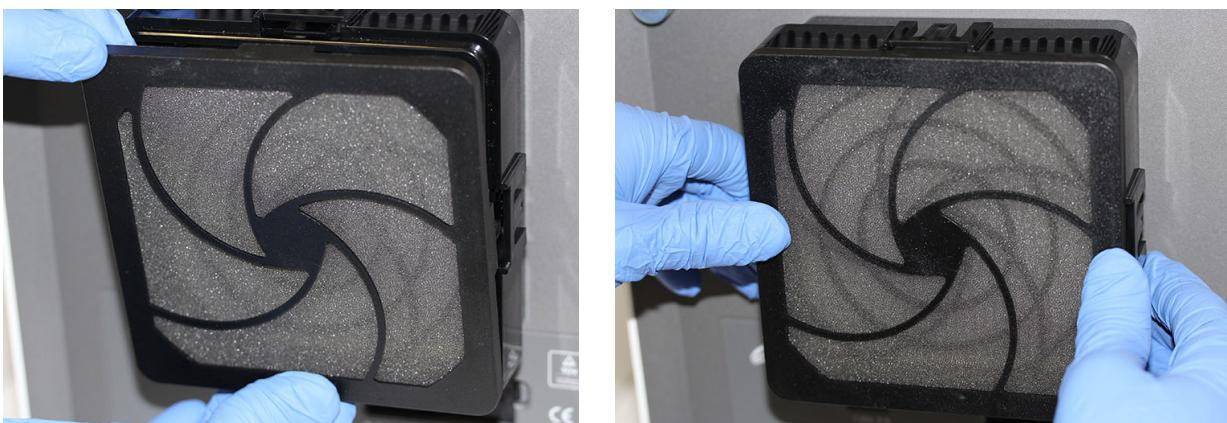

Figura 9-31. Substituição do pré-filtro e do retentor do pré-filtro
4. Coloque o retentor do pré-filtro montado e o pré-filtro em conjunto em cima do retentor do filtro HE com os dedos nas partes laterais, na parte de cima e na parte de baixo de modo a encaixar devidamente. Consulte a figura 9-31.